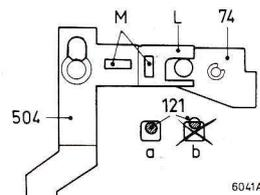

Fig. 16
#### 10. Etrier de déverrouillage 504 (fig. 16)
- Lors de l'introduction de la cassette, l'étrier de déverrouillage 504 ne doit libérer le mécanisme de soulèvement 82 que lorsque la broche de centrage 121 se dégage tout juste du trou repère dans la cassette (fig. 16-a). Régler au besoin en recourbant la languette L à l'aide de deux tournevis dans les ouvertures M.